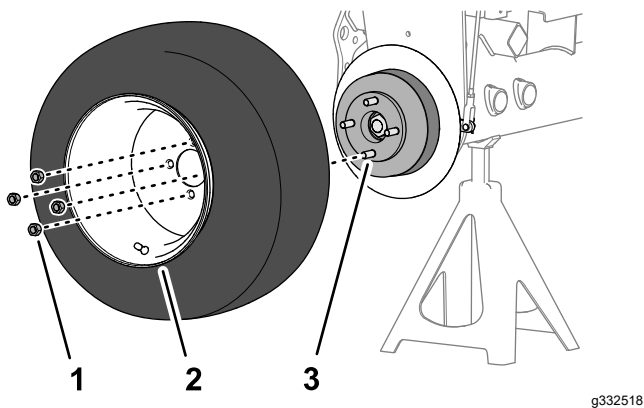

図 64
1. 前輪をハブに固定しているラグナット4 個を外して前輪を取り外す 図 64。